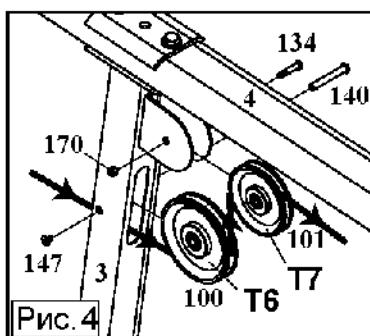

Рис.4
4. См. рис. 4. Протяните трос под **шкивом T6**, а шкив установите в отверстие **передней стойки (3)** и закрепите его при помощи **болта 3/8" X 1-3/4" (134)** и **гайки 3/8" (170)**. Затем протяните трос через **шкив T7**, который следует закрепить на **вершине передней стойки (3)** при помощи **болта 3/8" X 109.5L (140)** и **винта M6 X 12L (147)**. **Затяните крепёж.**